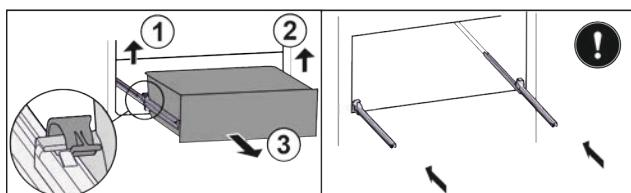

Fig. 26
- Приподнимите левый зажим и одновременно вытяните движением вперед выдвижной ящик слева Fig. 26 (1).
► Приподнимите правый зажим и одновременно вытяните движением вперед выдвижной ящик справа Fig. 26 (2).
► Извлеките выдвижной ящик движением вперед Fig. 26 (3).